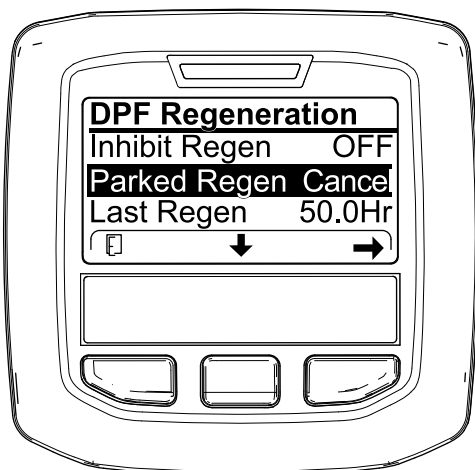

Figura 71
1. Accedete al menu DPF Regeneration (Figura 71).
2. Premete il pulsante centrale per scorrere il menu verso il basso fino all'opzione PARKED REGEN CANCEL (Figura 71) o all'opzione RECOVERY REGEN CANCEL (Figura 72).
3. Premete il pulsante destro per selezionare la voce Cancel relativa alla rigenerazione (Figura 71 o Figura 72).